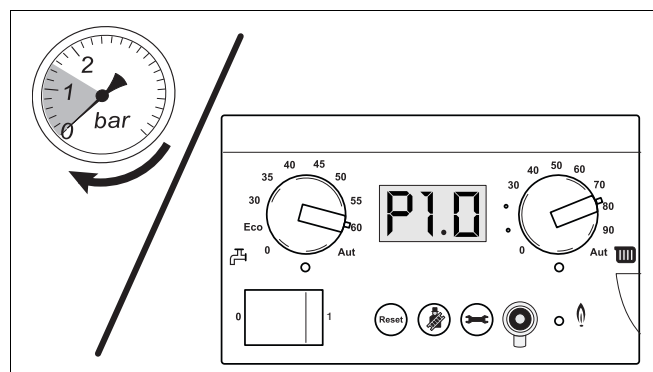

Fig. 60 Installatiedruk aflezen
- Vul de installatie tot de druk circa 1,5 bar bedraagt en sluit dan de vulkraan (→ fig. 60).
- Lees opnieuw de installatiedruk af op het display van de BC10 (→ fig. 60). Indien de druk lager is dan 1,0 bar, dient het cv-toestel weer bijgevuld te worden zoals boven staat omschreven. Begin hierbij op de laagste verdieping in het pand, en ga steeds één verdieping hoger.